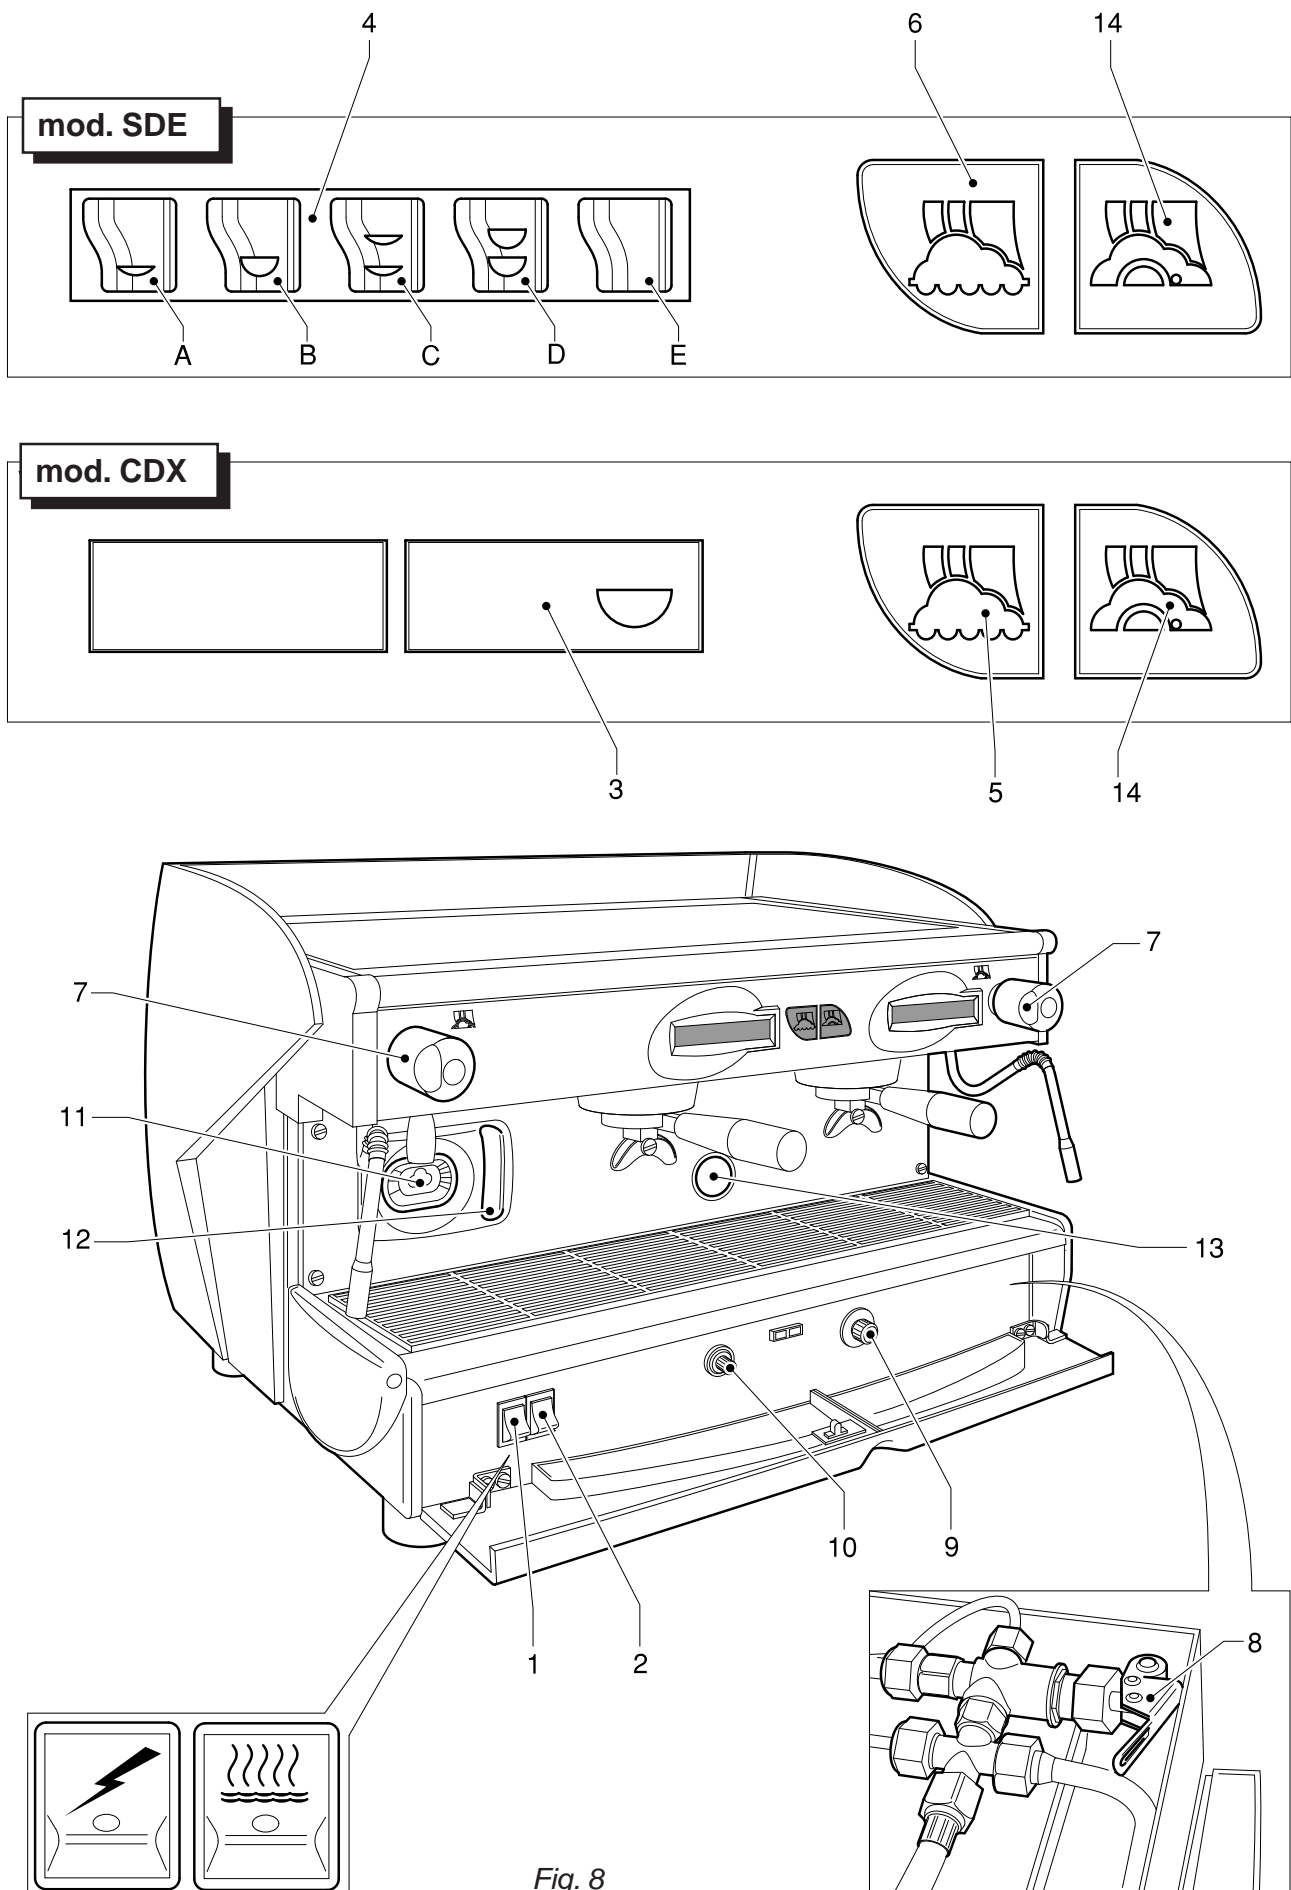

Fig. 8
## 7.1. Bedienung Abb.8
## 7.2. Kontrollinstrumente Abb.8
## Modelle mit Gasherzung Abb.8
- Die Tassen unter die Auslauftüllen stellen und die Ausgabe über die Tasten 3 oder 4, je nach Modell, Abb.8 aktivieren;
- Das Gefäß unter die Wasserauslauflanze halten, die Wasserausgabetaste gemäß dem Modell Abb. 8 drücken. Wenn die gewünschte Wassermenge erreicht ist, den Schalter ausmachen;
- Die Ausgabetaste 4-E Abb.8 mindestens 4 Sekunden lang gedrückt halten und die Drucktaste dann loslassen; die Maschine gibt ununterbrochen Wasser aus (Dauerbrühung).